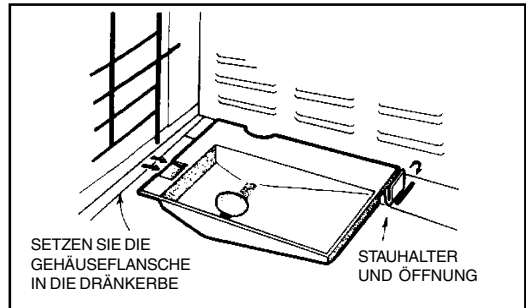

Abbildung 15 - Einfügung des Aussendröns
- c. Montieren Sie den Drän in der Ecke des Gehäuses. Siehe Abbildung 15. (Der Drän wird direkt unter dem geöffneten Dränbeschlag befestigt, wenn der Chassis in das Gehäuse installiert wird.)